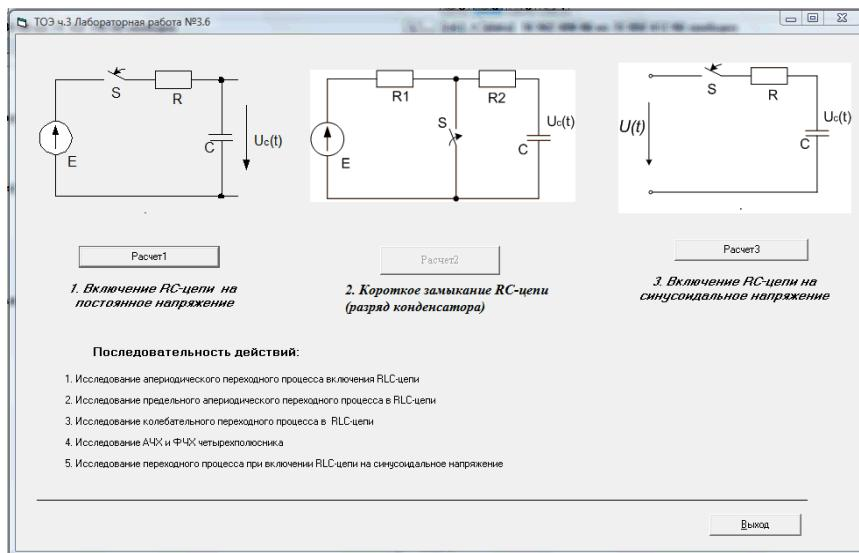

Рисунок 1 – Окно выбора схем
- 2.4. Нажать кнопку «Расчет 1» (рисунок 1) и в появившихся полях для ввода данных (рисунок ) задать напряжение источника и параметров цепи (указывается преподавателем).